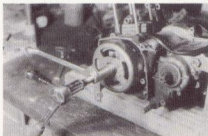

Bild 96
- Zum Abnehmen des Magnetläufers braucht man einen Spezialabzieher, der in Bild 56.3 gezeichnet und als Foto in Bild 96 gezeigt ist. Er trägt auf der Abziehglocke ein Linksgewinde M27×1. Die konische Nabe des Magnetläufers sitzt sehr fest auf dem konischen Zapfen der Pleuellagerwelle. Der Keil und die beiden zugehörigen Keilnuten dienen nicht der Übertragung von Drehkraft, sondern der Fixierung der Einbauposition. Bei der Montage beider Bauteile ist darauf zu achten,